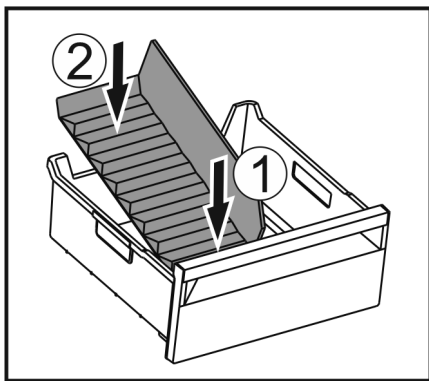

Fig. 55
- Vorderen Teil des Eisfach-Trenners einsetzen. Fig. 55 (1)
- Hinteren Teil des Eisfach-Trenners bis zum Schubfachboden absenken. Fig. 55 (2)